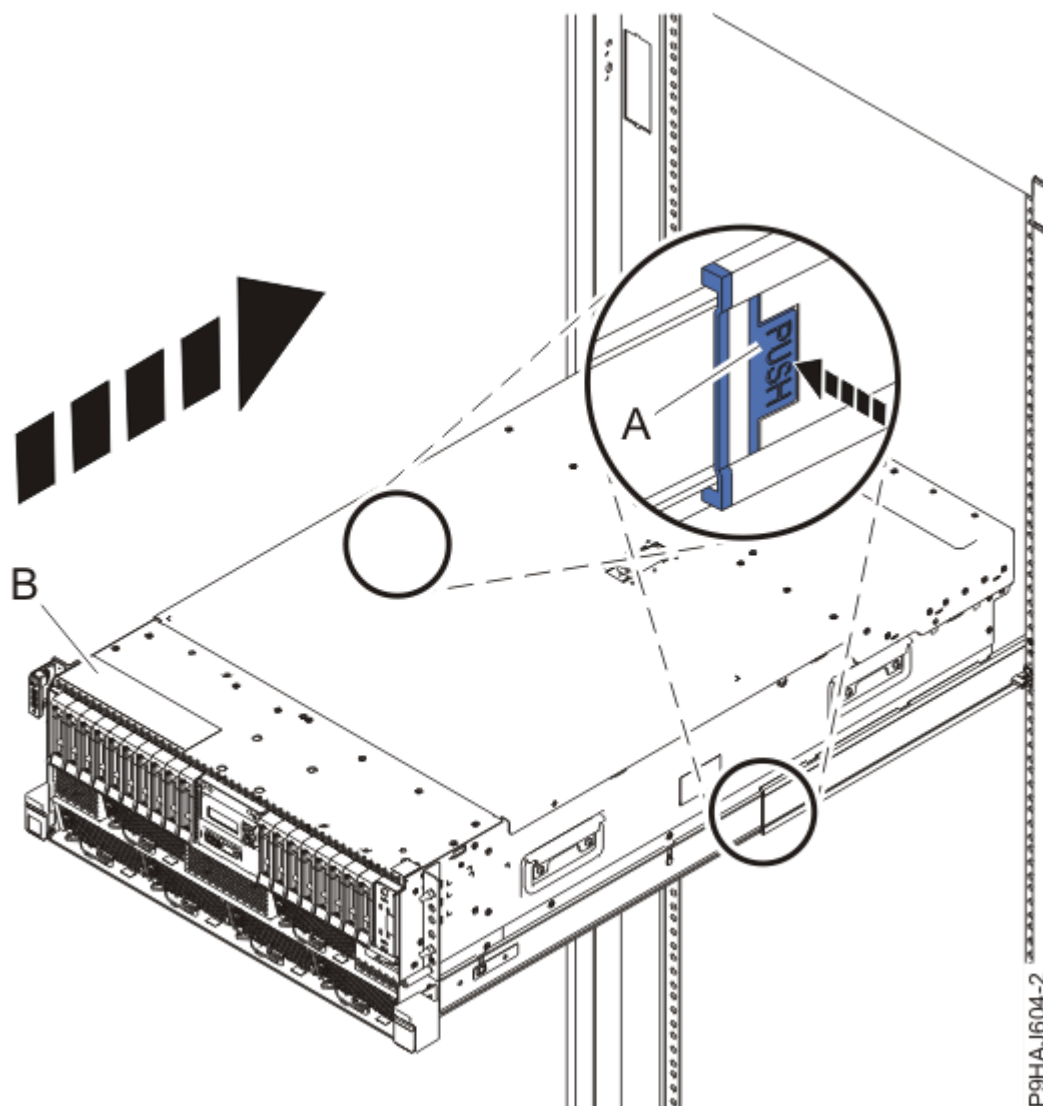

Figura 17. Col·locació del sistema en posició operativa
3. Per un sistema muntat en bastidor, desbloquegeu els pestells de seguretat de les guies de color blau **(A)**, tal com es mostra a la Figura 17 a la pàgina 20, fent-hi pressió cap endins.